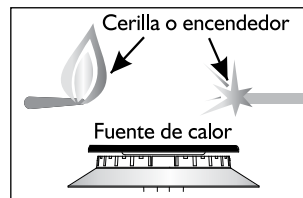

Figura 31
- Si el producto no posee encendido automático tenga lista la fuente de ignición (cerilla o encendedor) y acérquela a la fuente de calor. Presione la perilla y gírela en el sentido contrario a las manecillas del reloj hasta la posición de flujo mínimo (ver figura 31).